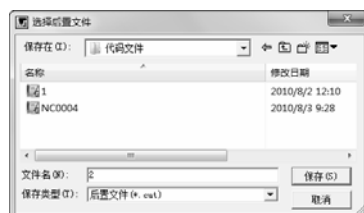

图 3-40 “选择后置文件”对话框
1) 选择下拉菜单“加工”→“后置处理”→“生成 G 代码”命令，系统自动弹出“生成后置代码”对话框。选择存取后置文件（*.cut）的地址，并填写后置程序文件名，可进行对其编辑，如图 3-40 所示。